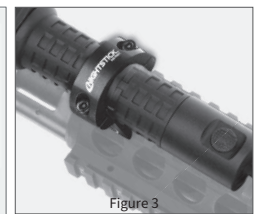

Figure 3
8. Once the location of the mount has been determined, loosen the screws using the supplied Allen wrench and slide the mount onto the handle of the light (Figure 3). Partially tighten the screws.
10. Finish tightening the mount screws, alternating between each a small amount at a time until the gap is equal on both sides (Figure 3).
8. Une fois que vous avez choisi l'emplacement du support de rail, desserrez les vis à l'aide de la clé Allen fournie et faites glisser le support sur la lumière (Figure 3). Serrez légèrement les vis.
10. Terminez de serrer les vis de montage, en alternant entre chacune une petite quantité à la fois jusqu'à ce que l'écart soit égal des deux côtés (Figure 3).